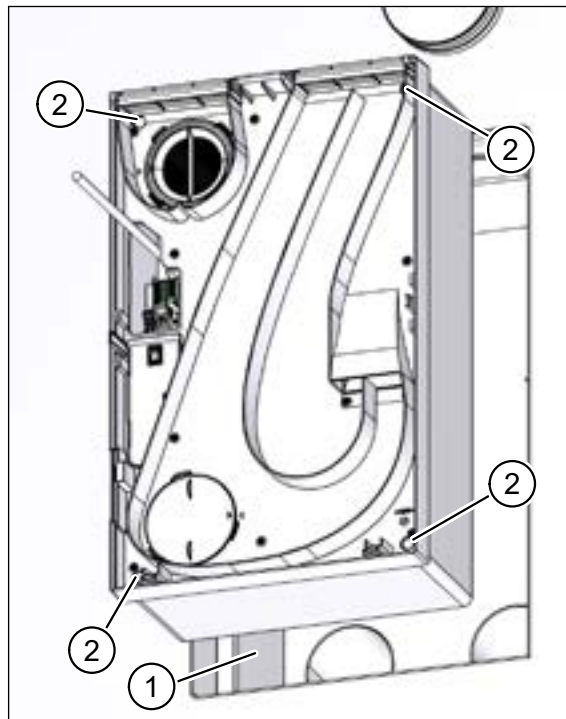

Рис. 44: закрепить вентиляционную установку – внутрстенный монтаж U²
- ▶ Осторожно вставьте вентблок до упора в монтажную коробку (поз. 1 на рис. 44).
- ▶ Закрепите установку четырьмя винтами (поз. 2 на рис. 44). При этом слегка затяните винты крест-накрест.